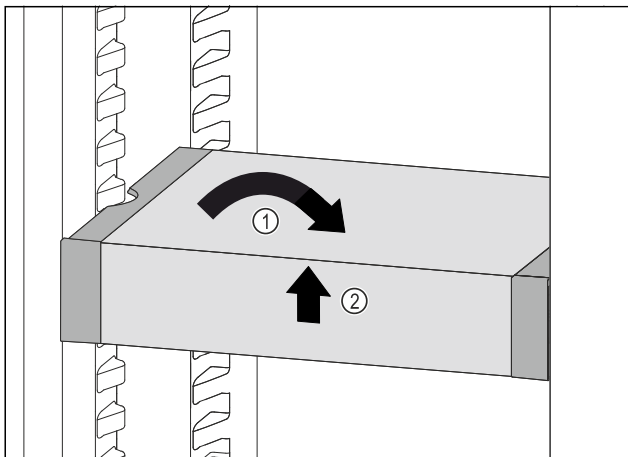

Fig. 149
- VarioSafe gerade stellen. Fig. 149 (1)
- VarioSafe vorne anheben. Fig. 149 (2)